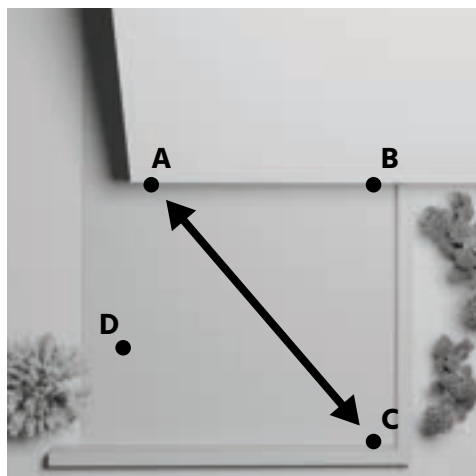

Figure 1
- **Les mâts avec bôme fixée** doivent **être orientés vers l'ancrage opposé** afin de recréer la diagonale du quadrilatère. (voir figure 1)